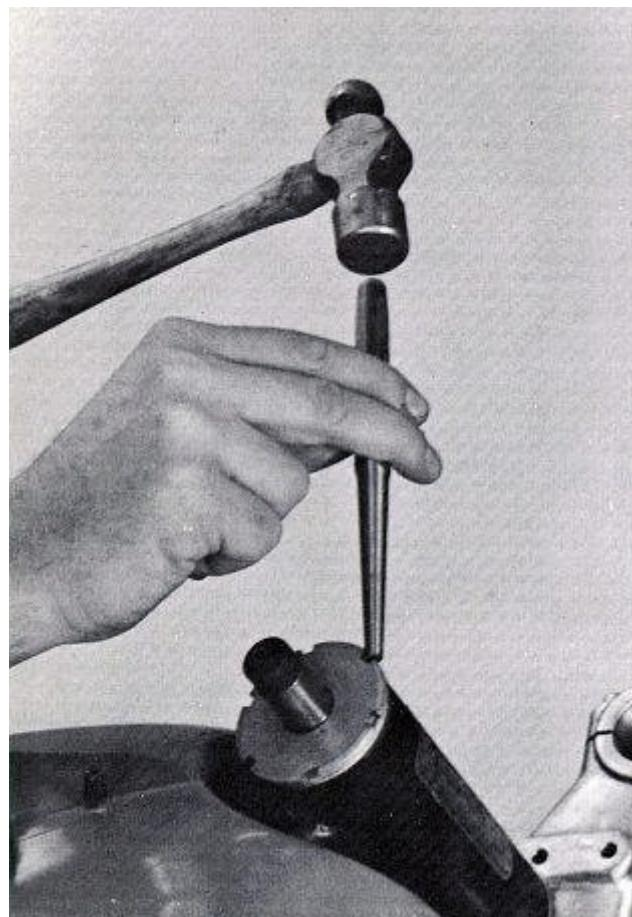

FIG. 173
8. Con un mazo y golpear, apretar el cuello de 1 / 8 de vuelta en algo la conducción del golpe contra el borde de una de las muescas de la tuerca (Fig. 173) Con un mazo de plástico o de cuero, muy por toque en el centro de la parte inferior yugo hacia arriba y toque en la parte superior de la dirección